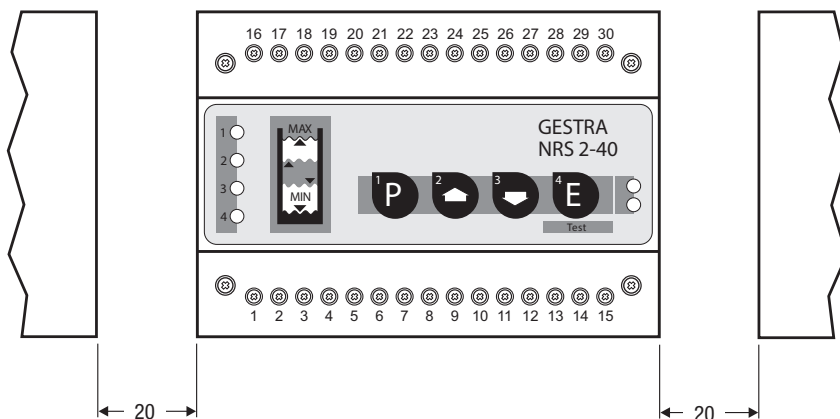

Fig. 7
2. Align control unit, **Fig. 7**